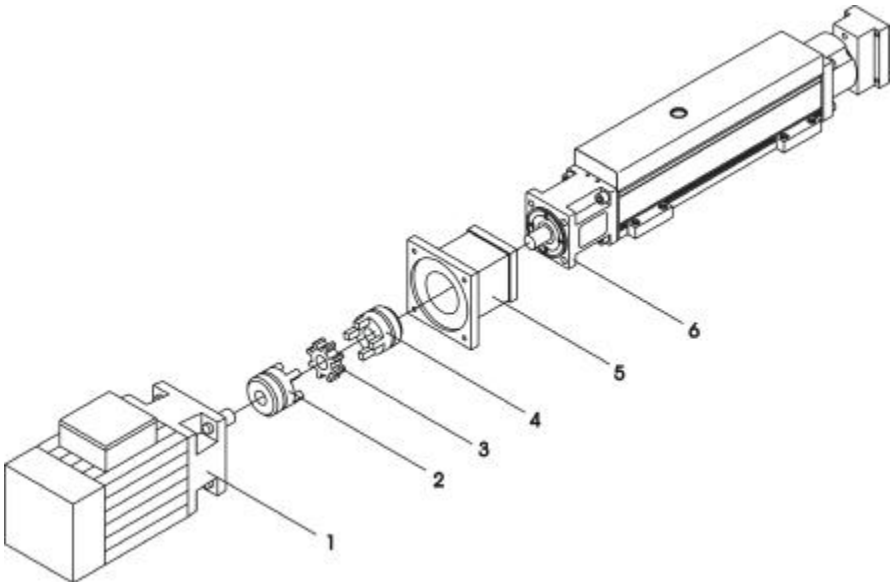

Bild 7
1. **Bild 7:** Den Motor (1) in Anbauposition neben die Lineareinheit legen.
3. Kupplungshälfte (4) auf Antriebswelle der Lineareinheit montieren.
4. Motorglocke (5) mit vier Schrauben am Festlagergehäuse (6) befestigen.
5. Zahnkranz (3) auf Kupplungshälfte an der Lineareinheit schieben.
6. Die zweite Kupplungshälfte (2) auf den Antriebszapfen des Motors montieren.
7. Motor mit Kupplungshälfte mittels vier Schrauben an der Motorglocke (5) befestigen. Dabei ist zu beachten, dass keine axialen Druckkräfte auf die Motorwelle wirken. Gegebenenfalls ist der Abstand der beiden Kupplungshälften zu korrigieren.